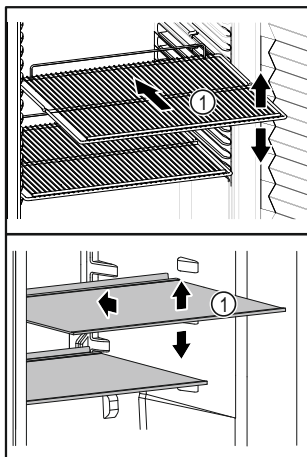

Fig. 67 Immagine a titolo di esempio
- ❑ Se i ripiani Fig. 67 (1) sono spostati, adattare i ripiani in base all'altezza.